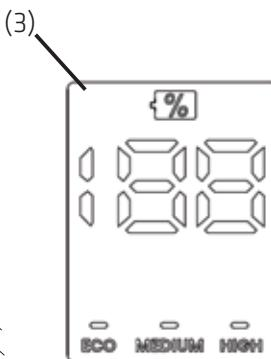

Fig. 4-1b
Apparatet kan sættes på tre forskellige styrker. Tryk på tænd/sluk-knappen (1) igen for at stoppe apparatet. Hold øje med strømmindikatorerne (3) (se fig. 4-1B) under brug. Når batteriet er lavt på strøm, blinker "LO" på skærmen for at vise, at batteriet skal oplades. Apparatet holder automatisk op med at køre, når indikatorerne går ud (du kan læse mere om apparatets hastighedsindstillinger i oplysningerne nedenfor)